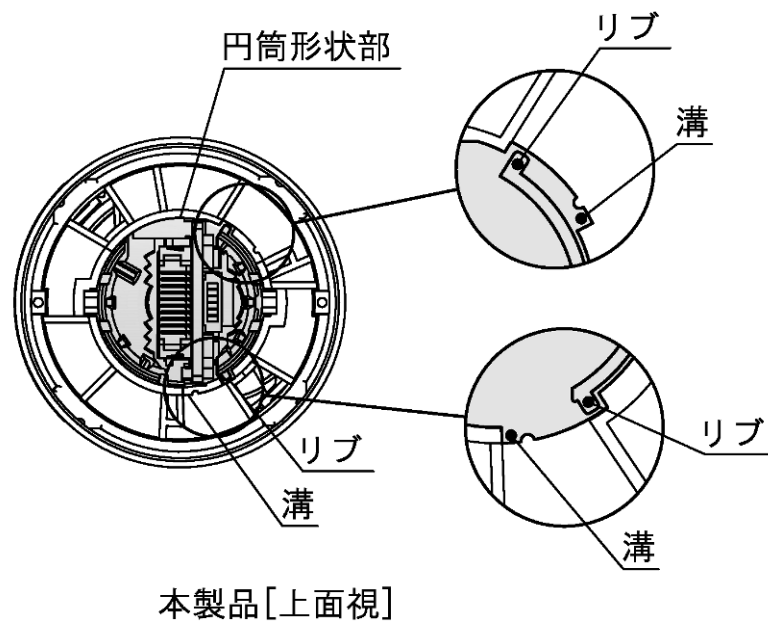

図1
- ◆ 本製品がボディユニットにうまく取り付けられない場合は、本製品上面の円筒形状部のリブが溝にはまっているか、ご確認ください。図1のようにリブが溝から外れている場合は図2を参照して取り付けてください。また、本製品をボディユニットから取り外した際、取り外し方によっては図1のようにリブが溝から外れてしまう場合があります。この状態で再度取り付けをおこなった場合、破損する恐れがあります。